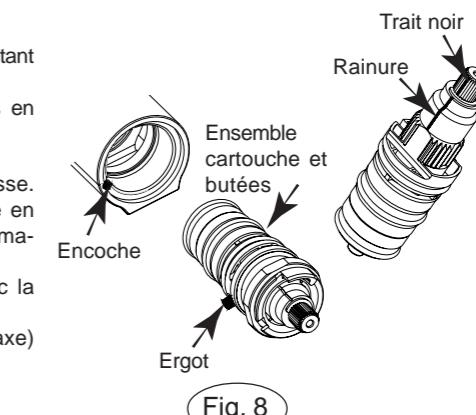

Fig. 8
- Engager l'ensemble cartouche et butées dans le corps en orientant l'ergot avec l'encoche (fig. 8)
- Vérifier que le trait noir soit correctement aligné avec la rainure (fig.8).